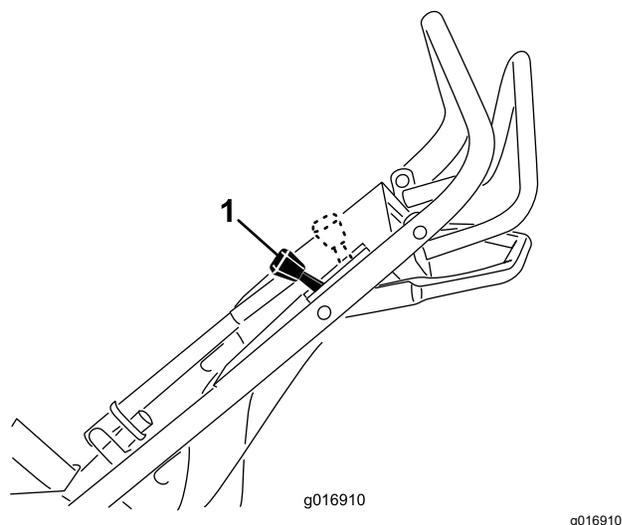

**Bild 9**
2. Öffnen Sie den Kraftstoffhahn, d. h. er zeigt in Längsrichtung des Kraftstoffschlauchs (Bild 9).
3. Stellen Sie den Gasbedienungshebel ganz nach vorne auf Choke (**Bild 9**).